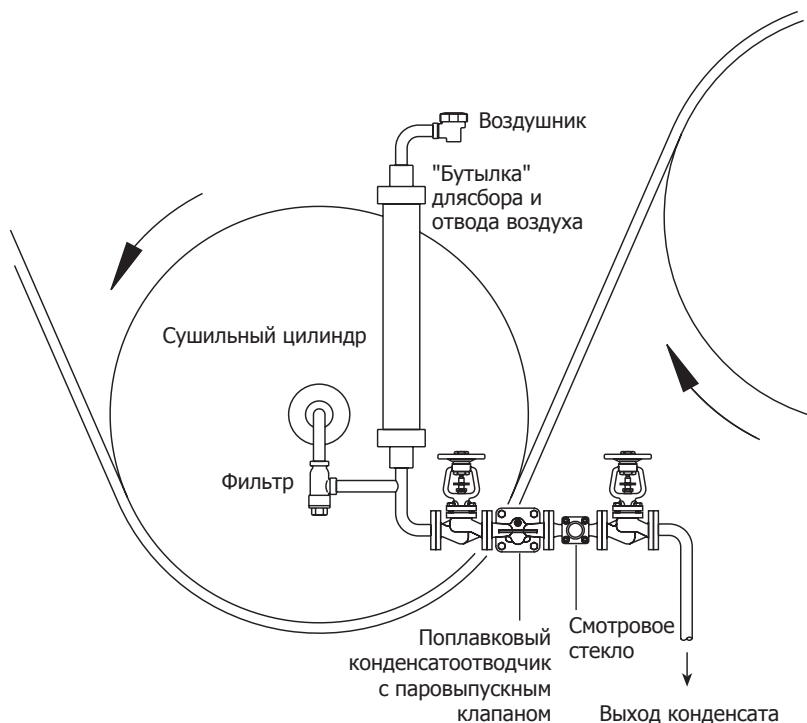

Рис. 6 Отвод конденсата от сушильного цилиндра с низкой скоростью вращения
4.6 Конденсатоотводчик должен устанавливаться как можно ближе к точке слива конденсата от оборудования, в противном случае возможна блокировка конденсатоотводчика паровой пробкой. Такая блокировка возникает, когда труба между точкой слива конденсата от оборудования и конденсатоотводчиком заполнена паром и этот пар препятствует поступлению конденсата к конденсатоотводчику. Это приводит к тому, что оборудование начинает подтапливаться конденсатом, что означает снижение эффективности его работы. Этот процесс очень похож на блокирование трубы с водой пузырьком воздуха. Наиболее часто такие проблемы встречаются на вращающихся сушильных цилиндрах и другом оборудовании конденсат от которого отводится через сифонную трубку, погруженную в конденсат. Блокирование паровой пробкой может быть легко устранено путем установки конденсатоотводчика с комбинацией воздушника и клапана выпуска паровых пробок (SLR). На рис. 6 показан конденсатоотводчик FT_-С, отводящий конденсат от сушильного цилиндра с малой скоростью вращения. Клапан выпуска паровых пробок (SLR) открывается путем поворота его штока против часовой стрелки. Конденсатоотводчик поставляется с клапаном SRL, открытым на полборота, что обеспечивает пропуск приблизительно 22 кг/ч пара давлением 10 бар. На месте клапан SRL можно настроить на требуемое количество пролётного пара. Поворот штока против часовой стрелки увеличивает количество пролётного пара, поворот по часовой стрелке - уменьшает.